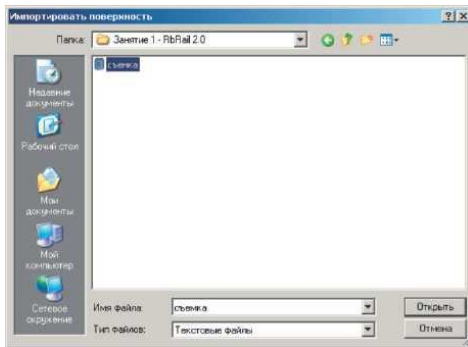

Рис.2. Загрузка съемочных точек
4. Используя мастер импорта точек загрузить съемочные точки из файла в формата dxf (рис.2).